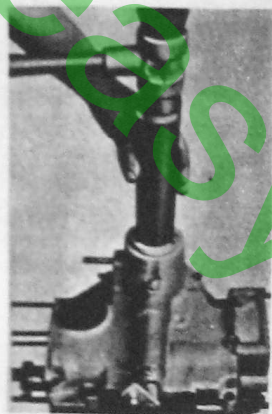

Fig. 66
1. Beide Gehäusehälften mit Dichtungsmasse bestreichen und zusammenbauen (Fig. 66).
1. Apply sealing compound to both half housings and assemble (Fig. 66).